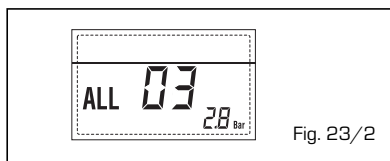

Fig. 23/2
- ANOMALIA SONDA SANITARIO "ALL 04" (fig. 23/3)